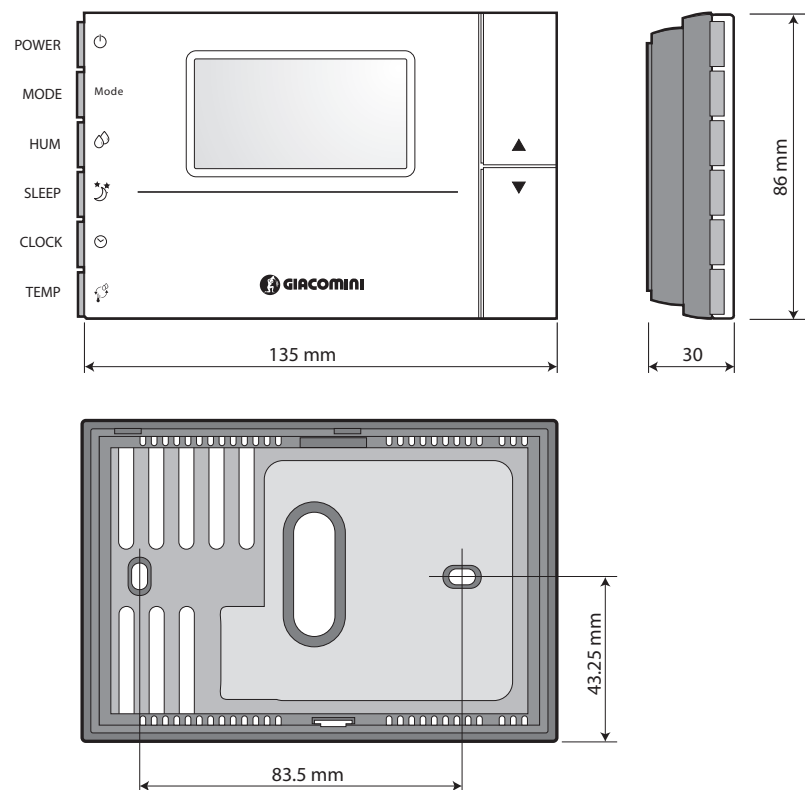

Fig. 3
- Dimensioni (mm): vedi Fig. 3;